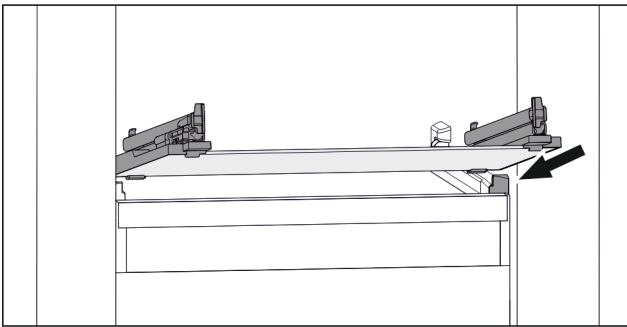

Fig. 66 Beispielhafte Darstellung der Glasplatte
- ▶ Glasplatte schräg hinter den Stopperrn aufsetzen. (zie Fig. 66)